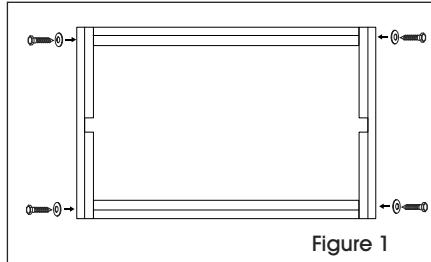
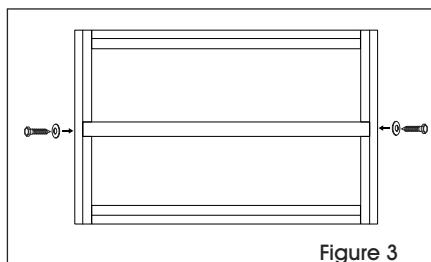

Figure 1
Figure 3
- Assemblez les deux butées de pneus et les deux ensembles latéraux à l'aide de deux tire-fonds et de deux rondelles. (Voir Figure 1)
- Placez l'ensemble de la grille verticalement dans la base rectangulaire assemblée à la Figure 1. L'ensemble de la grille doit être positionné avec la partie étendue du montant d'extrémité orientée vers le haut. Fixez le tout avec deux tire-fonds et deux rondelles insérés aux endroits indiqués. (Voir Figure 3)